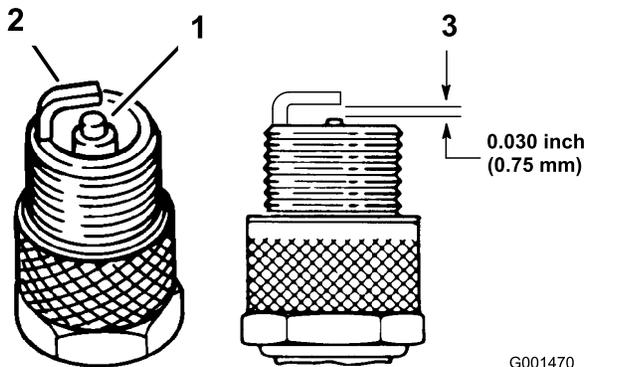

図 19
1. 中央の電極部(図 19)を観察する。絶縁体部がうす茶色や灰色なら適正、黒い汚れがある場合にはエアクリーナの不良を考える。
2. プラグの電極間のエアギャップ(図 19)を点検し、適正值から外れていれば外側の電極(図 19)を曲げて調整する。
3. 点火コードを接続する(図 19)。